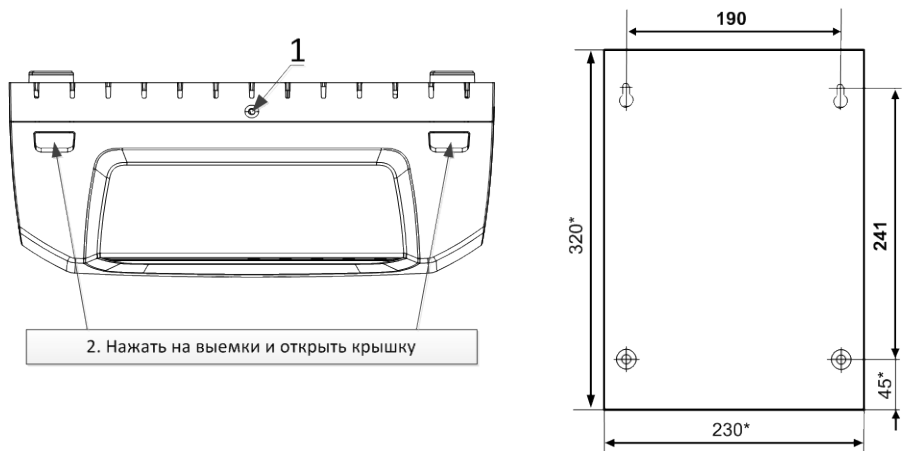

Рис. 1
- 2) нажать на выемки на верхней стороне корпуса РИП и открыть крышку (рис. 1).
3.2.3 Закрепить РИП в удобном месте. Габаритно-установочные размеры указаны на Рис. 1.